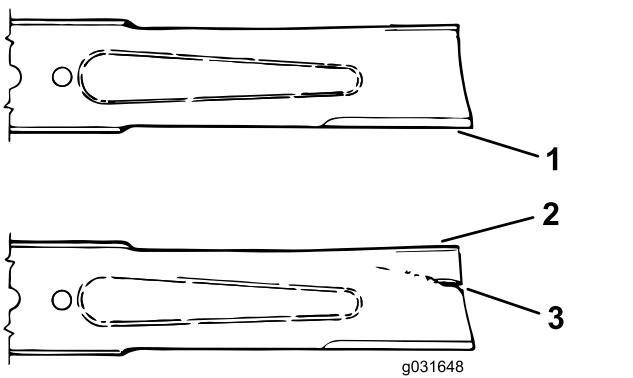

Figure 71
- Examinez attentivement les tranchants de la lame, particulièrement au point de rencontre de la partie plane et de l'ailette (Figure 71).